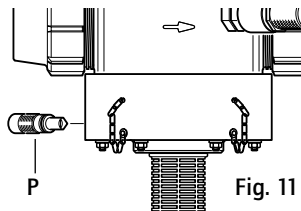

Fig. 11
- Destornillar también el tornillo de vaciado de agua (purga) (Fig. 11-P), retirarlo y dejar vaciar el agua.